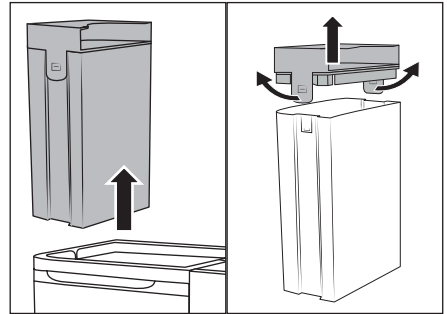

Fig. 5
(1) Umpleți rezervorul de apă curată 2 doar cu apă rece până la caldă de la robinet sau cu apă distilată. Nu folosiți apă clocotită.
(2) Nu utilizați niciodată aparatul fără apă în rezervorul de apă curată 2. (3) Utilizați numai substanțe de curățare a tapițeriei care nu fac spumă, disponibile în comerț sau **detergentul cu oțet LIDL W5**. Alte substanțe de curățare pot provoca defectarea aparatului. Vă recomandăm să adăugați trei linguri de **detergent cu oțet LIDL W5** la o umplere completă (1,7 litri) a rezervorului de apă curată 2. Dacă este necesar, creșteți treptat cantitatea de detergent cu oțet până când se obține rezultatul dorit.
- ◆ Prindeți rezervorul de apă curată 2 de mânerul capacului 1 și scoateți-l din aparat în sus (a se vedea fig. 5).
- ◆ Trageți cele două bucle de prindere ușor în afară și scoateți capacul 1 (a se vedea fig. 5).